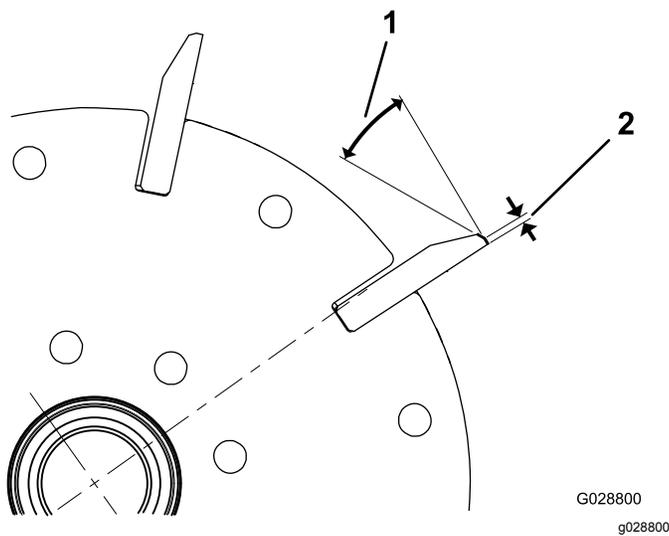
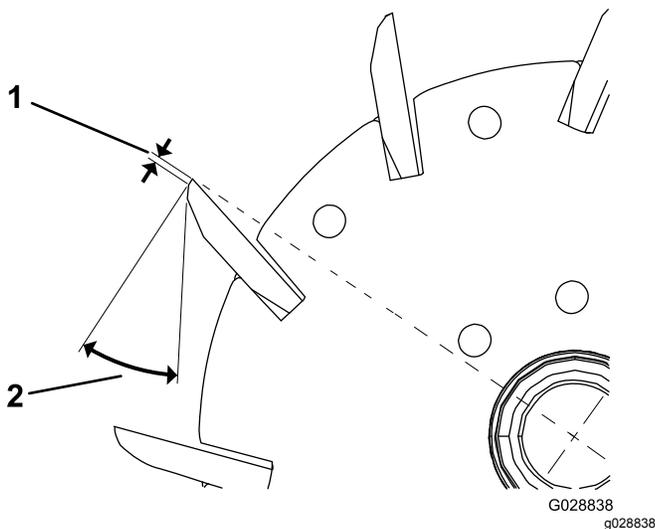

Figura 13
Figura 14
1. Applicare una rettificazione di 30 gradi su tutte le lame dei cilindri fino a quando la larghezza a terra non è pari a 1,3 mm (Figura 13 e Figura 14).